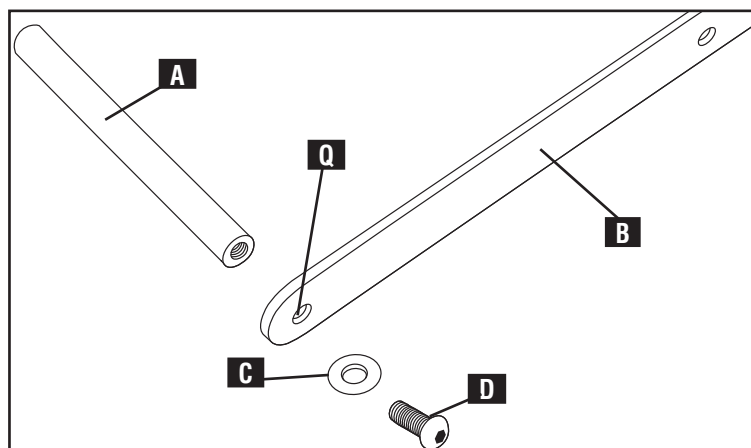
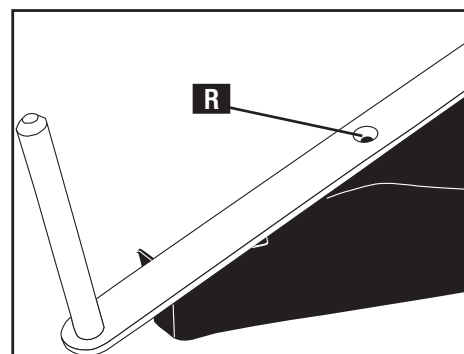

Fig. 1
Fig. 3
1. Attach short assembly rod (A) Fig. 1 to support bar (B) at hole (Q), which is the smaller of the two end holes. To attach, use the included washer (C) and button head hex screw (D). The assembly rod should extend from the side of the support bar where the countersinks (R) Fig. 3 can be seen.
- Fixer la tige de montage courte (A), fig. 1, à la barre de support (B) au trou (Q), le plus petit des deux trous d'extrémité. Pour la fixer, utiliser la rondelle (C) et la vis hexagonale à tête ronde (D) fournies. La tige de montage devrait dépasser du côté de la barre de support d'où l'on aperçoit les fraises coniques (R), fig. 3.
- Fije la varilla corta de ensamblaje (A) Fig. 1 a la barra de soporte (B) por el orificio (Q), que es el más pequeño de los dos orificios del extremo. Para esto, use la arandela (C) y el tornillo con cabeza de botón hexagonal (D) incluidos. La varilla de ensamblaje debe extenderse desde el lateral de la barra de soporte hasta donde se pueden ver las brocas avellanadoras (R) Fig. 3.